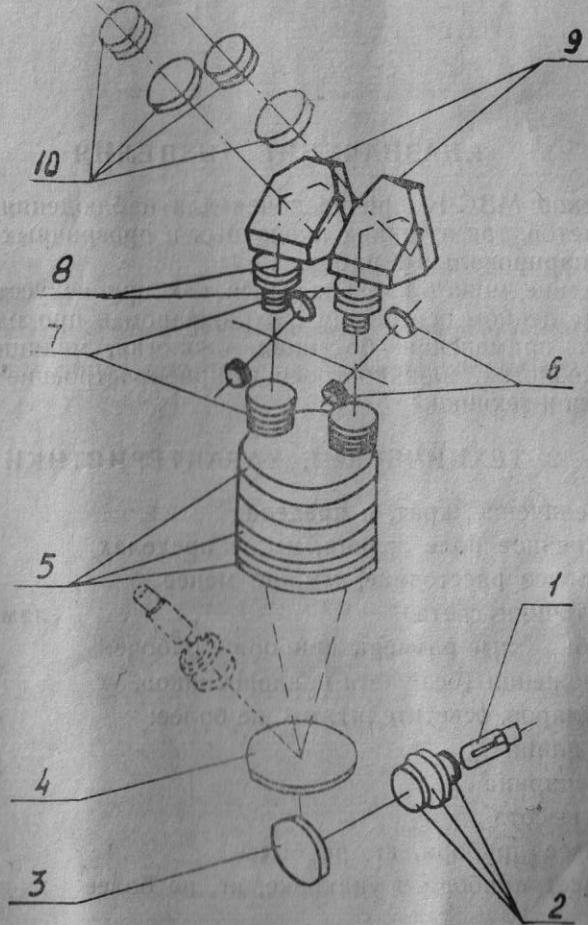
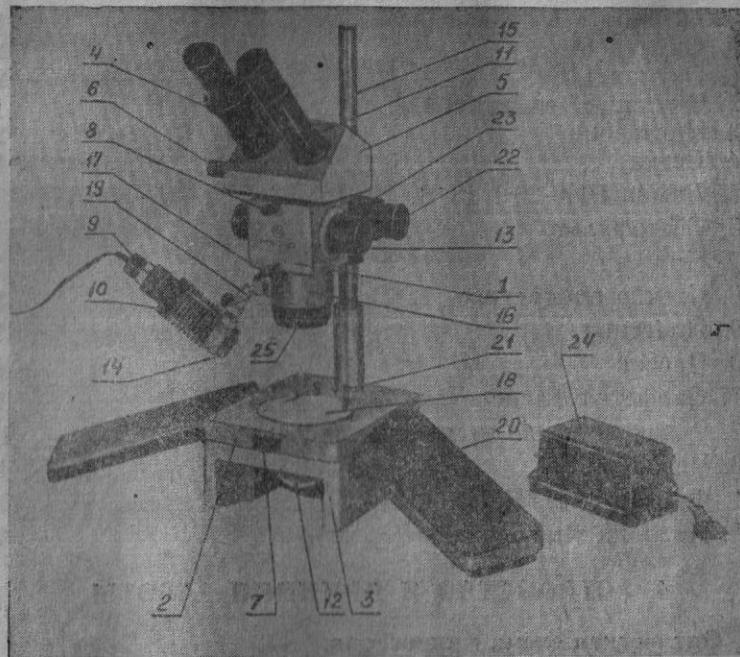

Рис. 1
Рис. 2.
Оптическая схема микроскопа показана на рис. 1.
Общий вид микроскопа показан на рис. 2.
Установка нужного увеличения осуществляется вращением рукояток 13 (рис. 2) до совмещения цифры на рукоятке с индексом на кольце.
Фокусировка микроскопа на объект производится перемещением оптической головки относительно стола микроскопа по направляющей типа «ласточкин хвост» вращением рукояток 22 (рис. 2).
Регулировка хода рукояток фокусировки от легкого до тугого осуществляется путем вращения рукоятки 23 (рис. 2).
В корпусе помещен барабан с установленными в нем системами Галилея. При вращении рукояток 13 (рис. 2), которые крепятся на оси барабана, происходит смена увеличений. Округленные значения увеличений объективной части микроскопа нанесены на рукоятках 13 (7, 4, 2, 1 и 0,6 крат).
В бинокулярной насадке 5 (рис. 2) установлены объективы 8 (рис. 1) и призмы Шмидта 9 (рис. 1).
Изменение межзрачкового расстояния от 56 до 72 мм осуществляется за счет поворота призм Шмидта 9 во взаимно противоположном направлении с помощью винтового механизма, приводимого в движение рукояткой 6 (рис. 2).
При работе в отраженном свете осветитель с конденсором устанавливается в гнезде кронштейна 19 (рис. 2), который позволяет освещать объект под различными углами и с разных сторон. Фиксация кронштейна 19 в нужном положении осуществляется поворотом кольца 25.
Для обеспечения равномерного освещения объекта в конструкции осветителя предусмотрено регулировочное перемещение лампы относительно конденсора. Чтобы отрегулировать освещенность, надо направить пучок света на матовую поверхность, после чего слегка отвинтить гайку 10 (рис. 2) и, взявшись за втулку 9, осторожно перемещать лампу по отношению к конденсору, добиваясь равномерного освещения.
Питание лампы осветителя осуществляется через блок питания 24 (рис. 2) от сети переменного тока напряжением 220 В. На крышке блока питания имеется разъем для подключения вилки
- б) установить бинокулярную насадку в гнездо байонета корпуса с барабаном и затянуть винт 8. При этом, если используется искусственный свет, бинокулярная насадка 5 должна быть установлена как показано на рис. 2, если естественное освещение, то следует повернуть бинокулярную насадку на 180°;
Сфокусировать микроскоп на объект, вращая рукоятки 22 (рис. 2). Установить межзрачковое расстояние прибора в соответствии с базой глаз наблюдателя, вращая рукоятку 6.